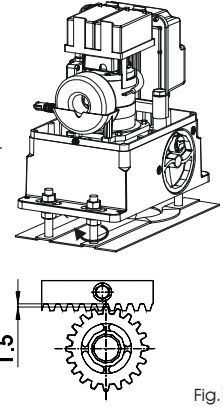

Fig.15
- Finalizada la instalación de la cremallera, para garantizar un correcto engranaje con el piñón, es conveniente bajar unos 1,5 mm (Fig. 15) la posición del motorreductor.